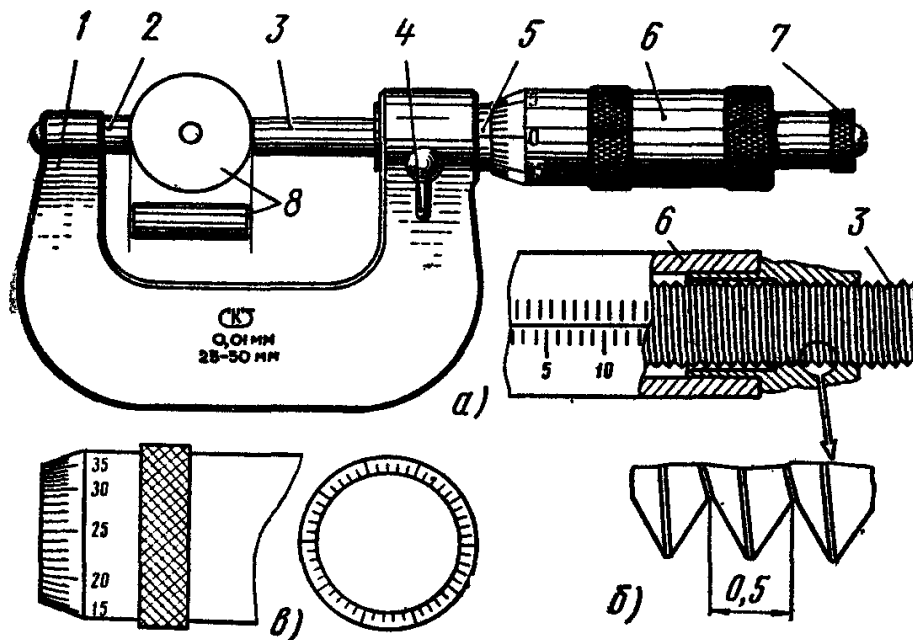
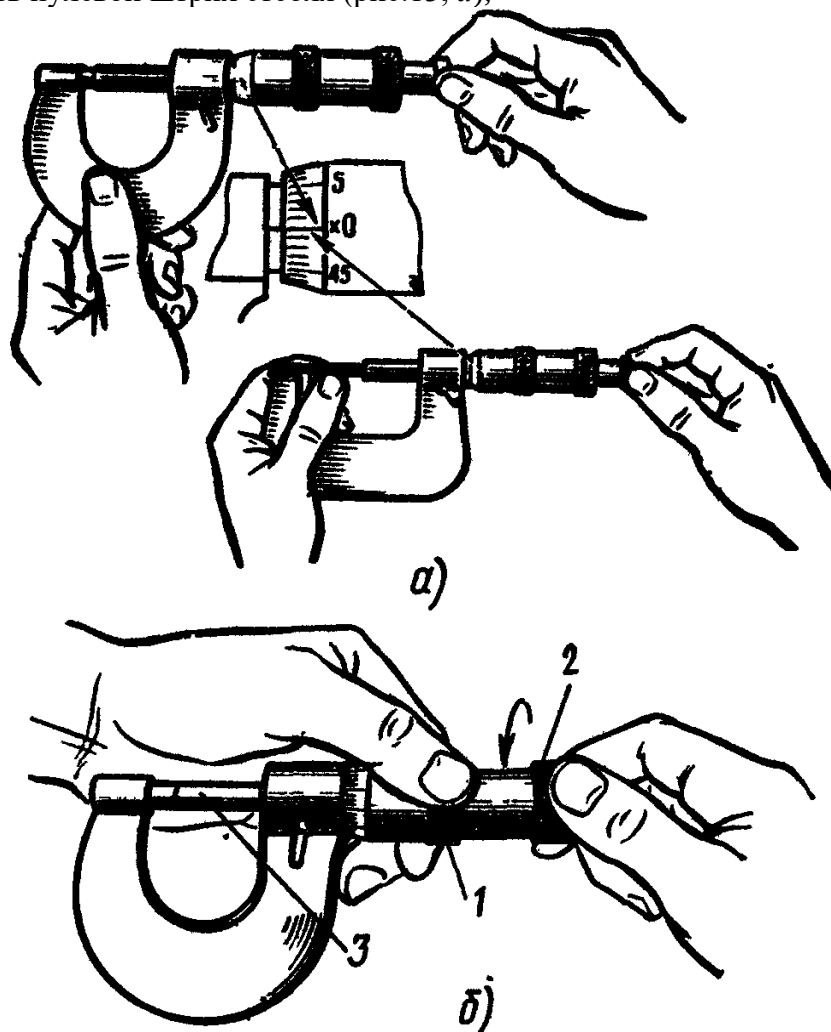

Рис. 12. Микрометр МК:
Рис. 13. Установка нулевого положения микрометра МК
Микрометры с верхним пределом измерений 50 мм и более снабжаются установочными мерами 8 (рис. 12). Микрометры с верхним пределом измерений более 300 мм имеют подвижные пятки, обеспечивающие возможность измерений любого размера в пределах данного микрометра.
1. Изучить конструкцию микрометра МК (рис.12, а).
2. Ознакомиться с устройством и назначением нониуса (рис. 12, в):
2. микрометрический винт 3, шаг которого равен 0,5 мм, связан с барабаном 6. Коническая часть барабана разделена по окружности на 50 равных частей (нониус на рис. 12, в);
3. за один оборот микрометрический винт 3 перемещается вдоль оси на шаг резьбы (рис.12, б). При повороте на одно деление микрометрический винт 3, соединенный с барабаном 6, перемещается вдоль оси на $1/50$ шага, т.е. $0,5:50=0,01$ мм, являющейся ценой деления микрометра.
3. Установка нулевого положения нониуса (рис. 13):
1. нулевое положение микрометра проверить перед измерением: у правильно отрегулированного микрометра пятка 2 и винт 3 (см. рис. 12) должны соприкасаться с измерительными поверхностями установочной меры 8 или непосредственно между собой (при пределах измерения диаметра 0 – 25 мм), а нулевой штрих барабана должен совпадать с продольным штрихом стебля, при этом скос барабана должен открывать нулевой штрих стебля (рис.13, а);
- ослабить колпачок 2, связывающий барабан с микрометрическим винтом, придерживая левой рукой за пояс 1 (рис. 13,б);
- освободить барабан от сцепления с винтом и повернуть его до совпадения нулевого штриха на скосе барабана с продольным штрихом стебля (рис. 13,а);